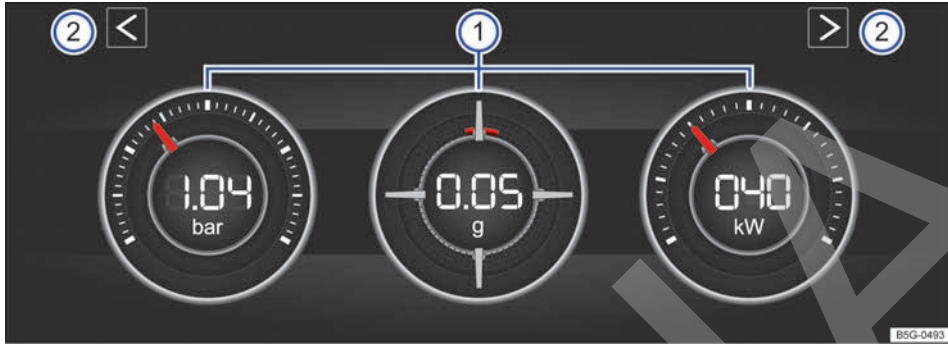
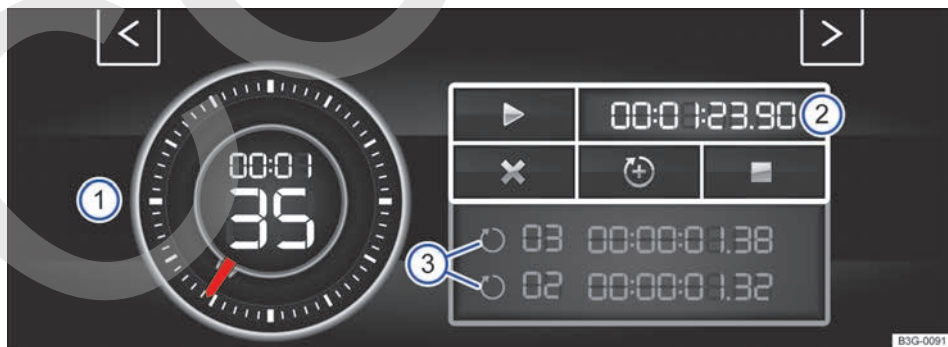
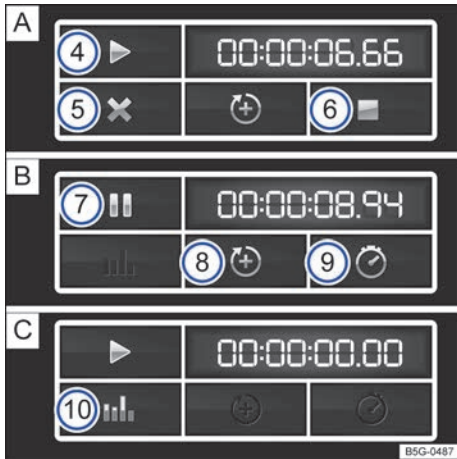

Fig. 30 En la pantalla del sistema de infotainment: monitor de potencia.
Fig. 31 En la pantalla del sistema de infotainment: cronómetro, botones de función y tiempos de las vueltas. ▶
Fig. 32 Botones de función en la pantalla del sistema de infotainment: cronometraje en caso de una vuelta **A** detenida, **B** en curso y **C** finalizada.
La pantalla puede mostrar simultáneamente tres instrumentos como máximo. Todos los instrumentos se pueden seleccionar indistintamente para cualquier área de visualización → fig. 30 ① (izquierda, central y derecha).
Leyenda de la fig. 30
Si desea cambiar entre el monitor de potencia y el cronómetro → pág. 43, pulse sobre una de las flechas que hay a la izquierda y a la derecha por encima de los instrumentos → fig. 30 ②.
- **Indicador de la presión de sobrealimentación:** Este indicador → fig. 30 ① (a la izquierda) muestra la presión en el tramo comprendido entre el turbocompresor y el motor (en la unidad "bar"). Cuanto más a la derecha se encuentre la aguja en la escala, mayor será la potencia que entrega el motor.
- **Medidor de la aceleración (acelerómetro):** El medidor de la aceleración (acelerómetro) → fig. 30 ① (en el centro) muestra en la zona central el valor de la aceleración (en la unidad "g"). La marca roja de la zona con forma reticular muestra la fuerza de la aceleración y la dirección de la fuerza que actúa (en dirección opuesta según las leyes físicas). Si, p. ej., se gira hacia la izquierda, la marca roja se mueve en la zona derecha del instrumento (y viceversa). ▶
- **Indicador de potencia:** El indicador de potencia → fig. 30 ① (a la derecha) muestra la potencia del motor solicitada en formato digital y en la escala circundante (en kW).
Leyenda de la → fig. 31 y → fig. 32
- En el monitor de potencia, pulse una de las flechas → fig. 30 ② para cambiar al cronómetro.
Con las flechas → fig. 30 ② y → fig. 31 puede cambiar en todo momento entre el cronómetro y el monitor de potencia.